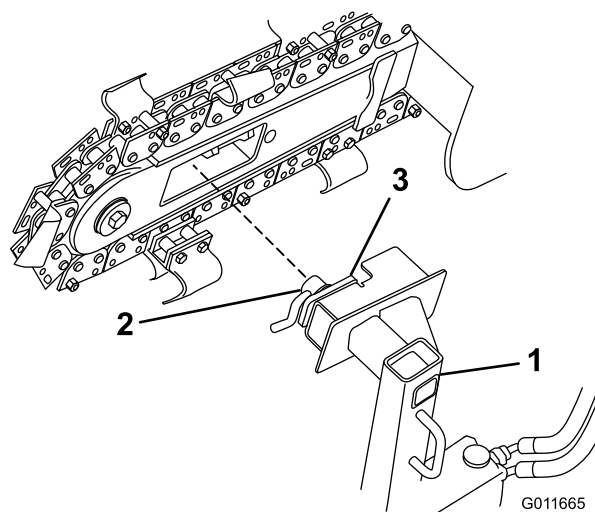

**Figure 22**
4. Glissez la tête d'entraînement dans l'ouverture de la flèche de la trancheuse comme montré à la Figure 22.
3. Desserrez le boulon de verrouillage du levier sur la tête d'entraînement et tournez la plaque de serrage pour la mettre parallèle à la tête d'entraînement (Figure 22).